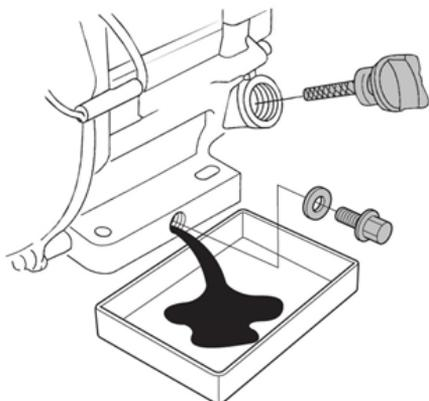

Рис. 17 Замена масла в двигателе
4. Очистите от загрязнений зону вокруг маслозаливной горловины. Извлеките крышку-щуп из маслозаливной горловины (Рис. 17) и протрите щуп чистой ветошью.
5. Открутите пробку для слива масла и слейте отработанное масло в подготовленную для этого емкость (Рис. 17).